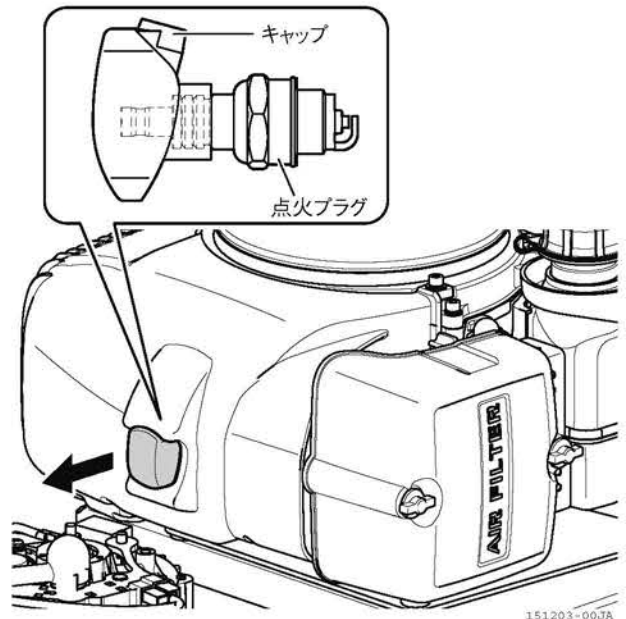

図 4-39
1. キャップを矢印の方向に手で引き抜きます。(図 4-39)